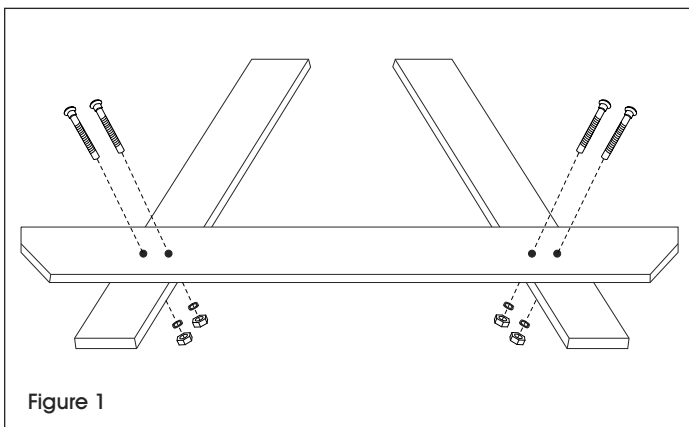

Figure 1
2. Placez la traverse de banc prépercée au-dessus des pattes prépercées de la table. Positionnez les pattes de façon à ce que les trous soient alignés et que la partie supérieure des pattes soit de niveau et droite. (Voir Figure 1)